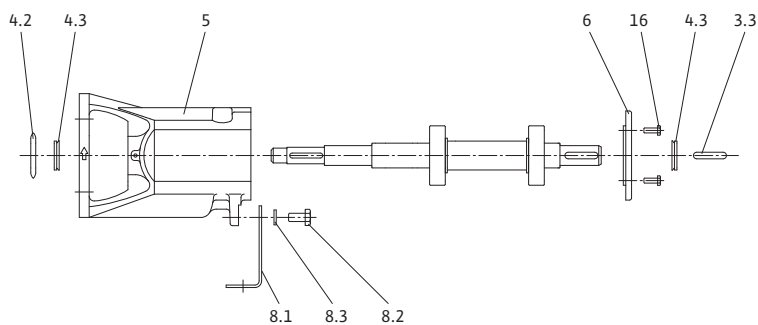

Fig. 22: Držiak ložiska
Pozri Fig. 22:
- Držiak ložiska, pozri Fig. 22: